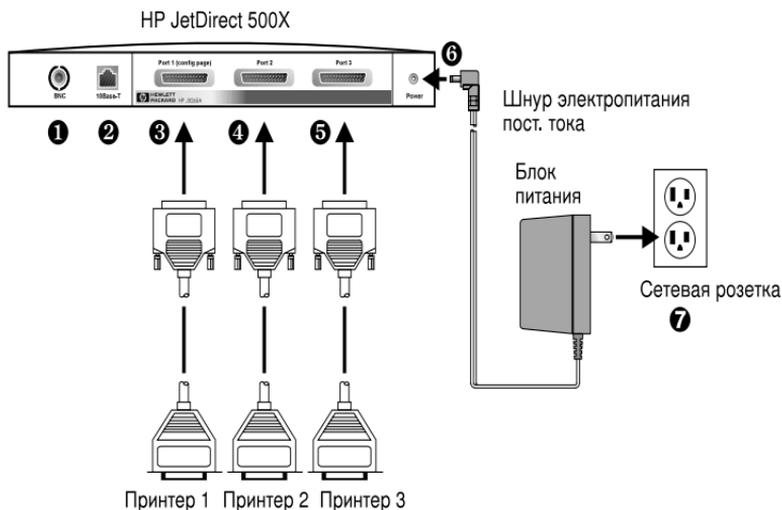

Рис. 3-2 Подключение устройства с использованием блока питания сервера HP JetDirect J3265 в исполнении для США
Нумерация следующих пунктов цифрами в кружочках соответствует нумерации деталей и узлов на Рис. 3-2. В серверах печати HP JetDirect 300X и EX Plus имеется один порт для подключения принтера ❸. Сервер печати HP JetDirect 500X оснащен портом BNC ❶. В серверах печати HP JetDirect 500X и 300X имеется разъем RJ-45 ❷ для работы при скорости передачи данных 10 или 100 Мбит/сек.
5. Подключите сервер печати к сети передачи данных ❶ или ❷.
6. Подключите сервер печати к принтеру (принтерам) ❸, ❹ и ❺.